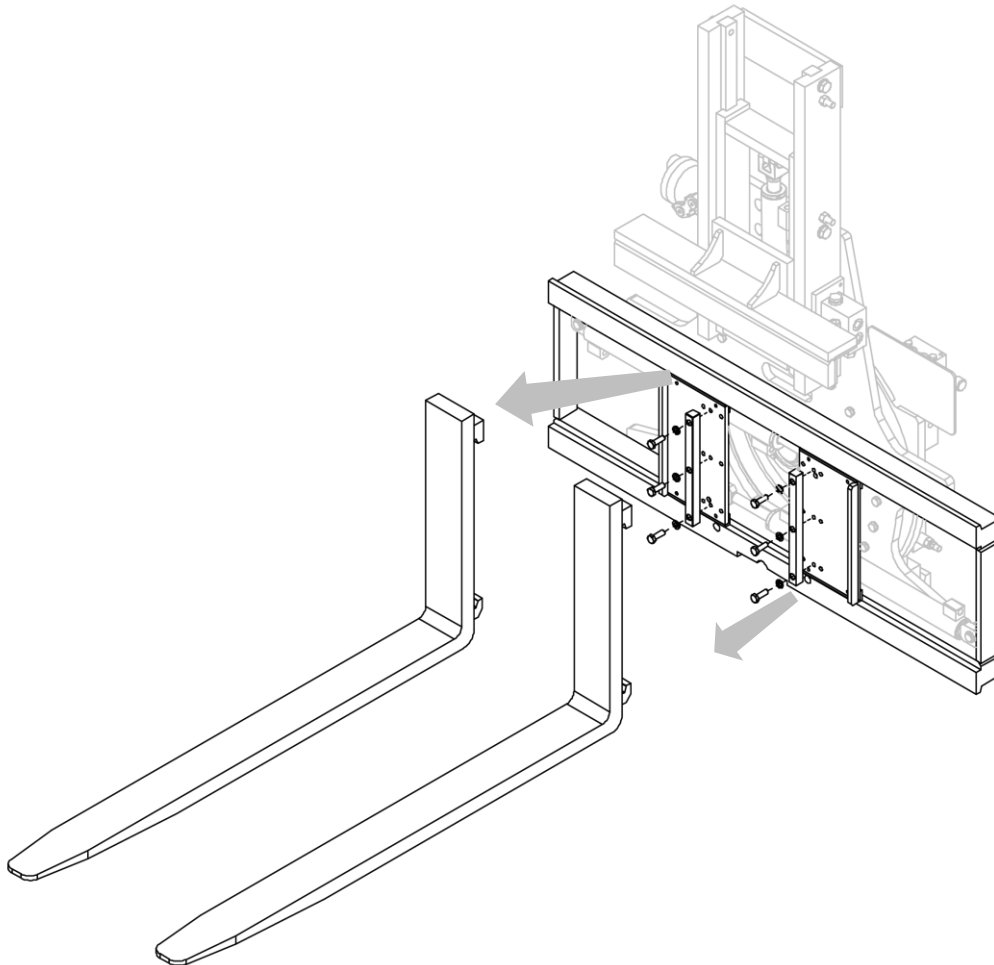

Figure 33
2. Remonter les fourches après avoir retiré les butées de fourche correspondantes (voir *Figure 33*).